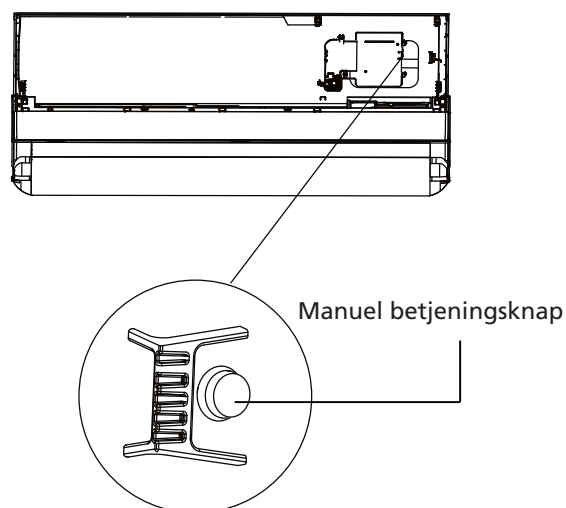

Fig. 8.1
2. Knappen til **MANUEL BETJENING** sidder på højre side af displayboksen. Tryk to gange på knappen for at vælge KØLE-funktion. Se **Fig. 8.1**